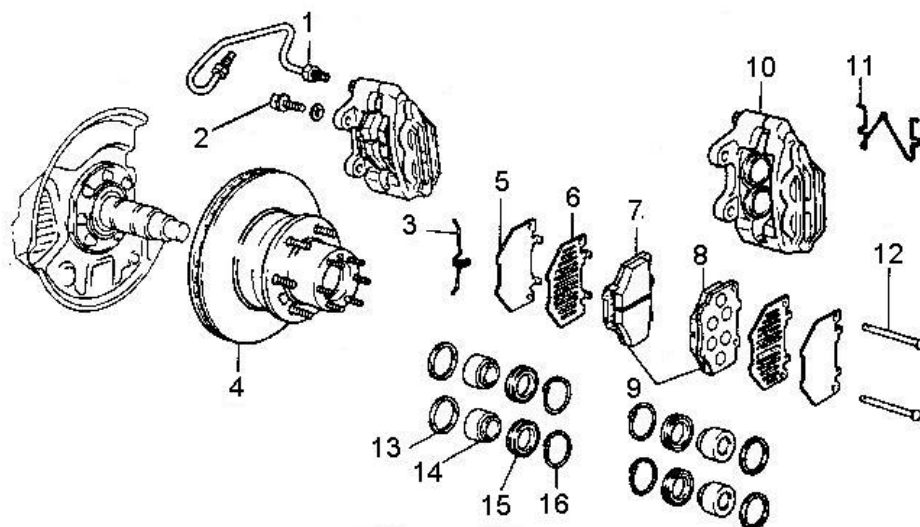

Рис. 4-12. тормозной механизм передних колес
- зажим 3 (рис. 4-12.), два направляющих штифта 12, демпфирующую пружину 11;
Снятие. Поднимите переднюю часть автомобиля, установите на подставки и снимите колесо. Отсоедините трубку 1 (рис. 4-12.) и слейте рабочую жидкость из тормозной системы.
Проверьте направляющие штифты 12 (см. рис. 4-12.). Убедитесь, что на штифтах нет повреждений и коррозии, что они не заедают в отверстиях направляющих. В случае их коррозии или повреждения произведите их замену.